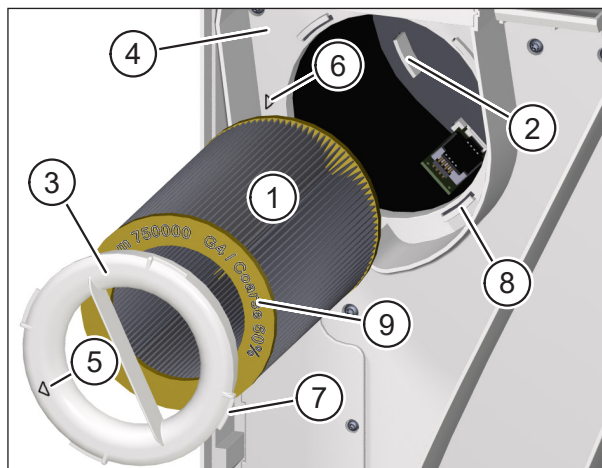

Fig. 18: Inserarea filtrului nou de aer extras
- ▶ Introduceți cu grijă noul filtru de aer extras (elementul 1 în Fig. 18) în aparatul de ventilație.
- ▶ Asigurați-vă că filtrul de aer glisează în cele 3 cleme de fixare (elementul 2 în Fig. 18) pe peretele din spate al aparatului de ventilație.
- ▶ Poziționați inelul filtrului (elementul 3 în Fig. 18) pe filtrul de aer extras. Asigurați-vă că inelul filtrului este poziționat plat pe placa intermediară (elementul 4 în Fig. 18).
- ▶ Răsuciți inelul filtrului în sensul acelor de ceasornic până când săgeata de pe inelul filtrului (elementul 5 în Fig. 18) se aliniază cu săgeata care indică poziția de fixare (elementul 6 în Fig. 18). Asigurați-vă că cele 4 cleme (elementul 7 în Fig. 18) de pe inelul filtrului se cuplează cu elementele de fixare (elementul 8 în Fig. 18) de pe placa intermediară.
- Doar M-WRG-II FS, componenta nr. 750000, se poate utiliza ca filtru de aer extras. Nr. componentei și clasa filtrului de aer sunt imprimate pe placa terminală galbenă a filtrului de aer (elementul 9 în Fig. 18).